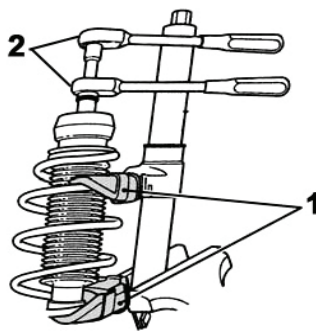
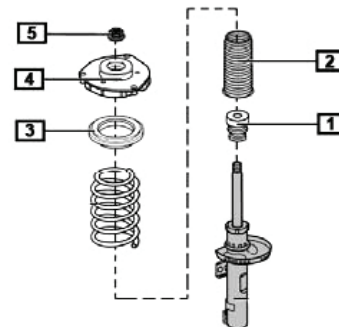
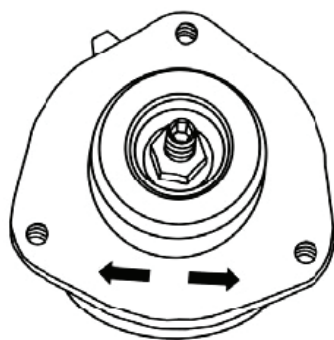

Fig. 5:
Fig. 6:
Fig. 7:
- **Fig. 5** Federbein in geeignete Haltevorrichtung klemmen und Federspanner (1) ansetzen.
- Kolbenstangenmutter mit Spezialwerkzeug (2) entfernen.
- **Fig. 6** Anbauteile des Federbeins abnehmen.
- **Fig. 5** Clamp suspension strut in suitable holding device and apply spring tensioner (1).
- Use a special tool (2) to remove piston rod nut (2).
- **Fig. 6** Remove the suspension strut's add-on parts.
- **Fig. 5** Insérer la jambe de force dans un dispositif de support approprié et fixer le tendeur de ressort (1).
- Enlever l'écrou de la tige de piston avec un outil spécial (2).
- **Fig. 6** Enlever les composants de la jambe de force.
- **Fig. 5** Fijar el amortiguador con ayuda de un dispositivo apropiado y colocar el tensor de resorte (1).
- Retirar la tuerca del eje del amortiguador con una herramienta especial (2).
- **Fig. 6** Retirar las piezas adicionales del amortiguador..
- **Fig. 6** Anschlagpuffer (1) mit Staubschutzhülle (2) auf Kolbenstange stecken.
- Obere Federauflage (3) richtig positionieren.
- **Fig. 7** Oberes Stützlager aufsetzen.
- **Fig. 6** Place spring stop (1) with dust cap (2) on the piston rod.
- Make sure upper spring seat (3) is correctly positioned.
- **Fig. 7** Place upper suspension strut bearing on top.
- **Fig. 6** Insérer le tampon de butée (1) avec la gaine de protection anti poussière (2) sur la tige de piston.
- Positionner correctement le support de ressort supérieur (3).
- **Fig. 7** Mettre en place le palier d'appui supérieur.
- **Fig. 6** Colocar el amortiguador de tope (1) con la funda protectora contra el polvo (2) en el eje del amortiguador.
- Situar correctamente el alojamiento superior (3) del muelle.
- **Fig. 7** Colocar el cojinete superior de apoyo.